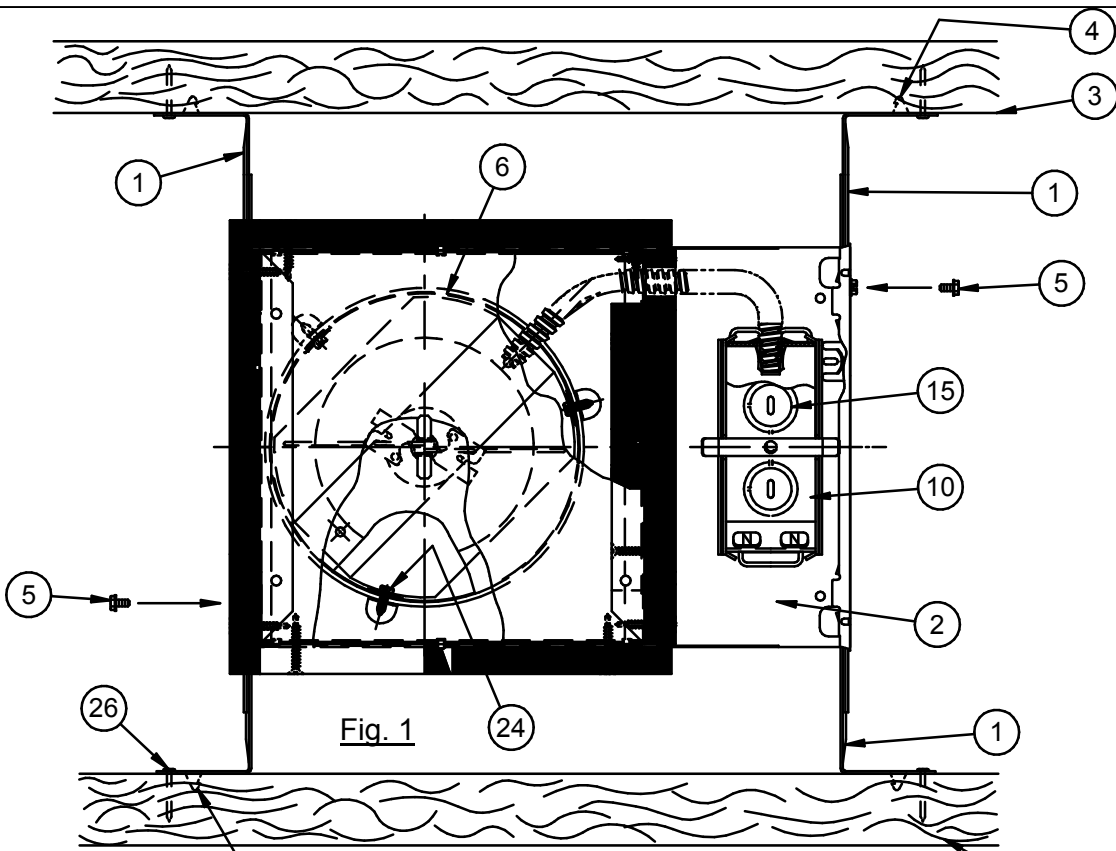

Fig. 1
- 1.- Introduzca los colgadores de barra (1) en las ranuras en el armazón enyesado (2). Mantenga el armazón enyesado (2) en la posición deseada entre las viguetas (3) y clave las pestañas de colgadores de barra (4) en las viguetas. Utilice un clavo de acero o tornillo de un mínimo de 1 pulgada (2,5 cm) de longitud (26) para proporcionar soporte adicional. Enrosque los tornillos de seguridad de colgadores de barra (5) en las extremidades del armazón enyesado (2) para evitar algún movimiento lateral del armazón enyesado. (Vea Fig. 1 y 2).
- 1.- Introduisez les barres de suspension (1) dans les rainures du cadre en plâtre (2). Tenez le cadre (2) dans la position désirée entre les solives (3) et clouez les pattes de barres de suspension (4) dans les solives. Utilisez un clou en acier ou une vis d'un pouce (2,5 cm) de long (26) pour offrir plus de support. Vissez les écrous de sûreté de barre de suspension (5) dans les bouts du cadre en plâtre (2) pour éviter la possibilité d'un mouvement latéral du cadre en plâtre. (Voir Fig. 1 et 2).